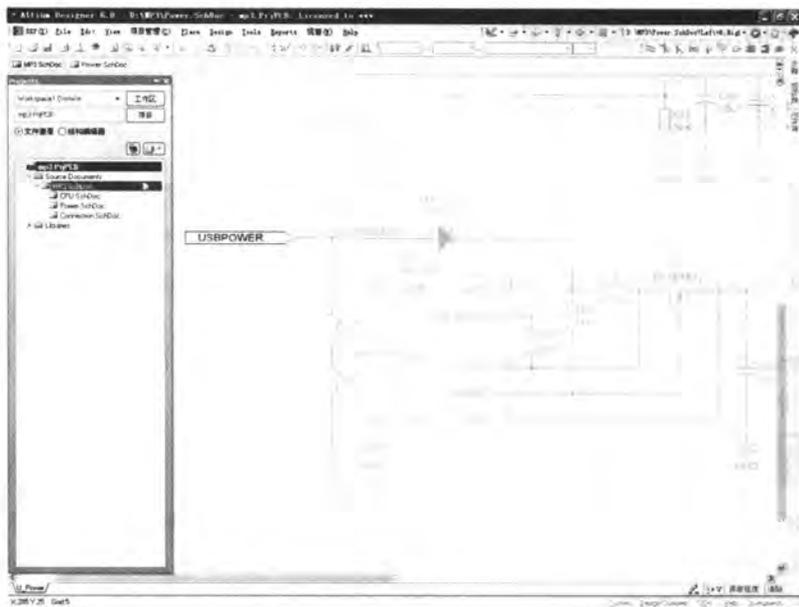

图 4-66 切换到子原理图
- [5] 单击鼠标左键，对应的子原理图“Power.SchDoc”放大显示在编辑窗口中，而且具有相同名称的输入端口“USBPOWER”处于高亮显示的状态，如图 4-66 所示。